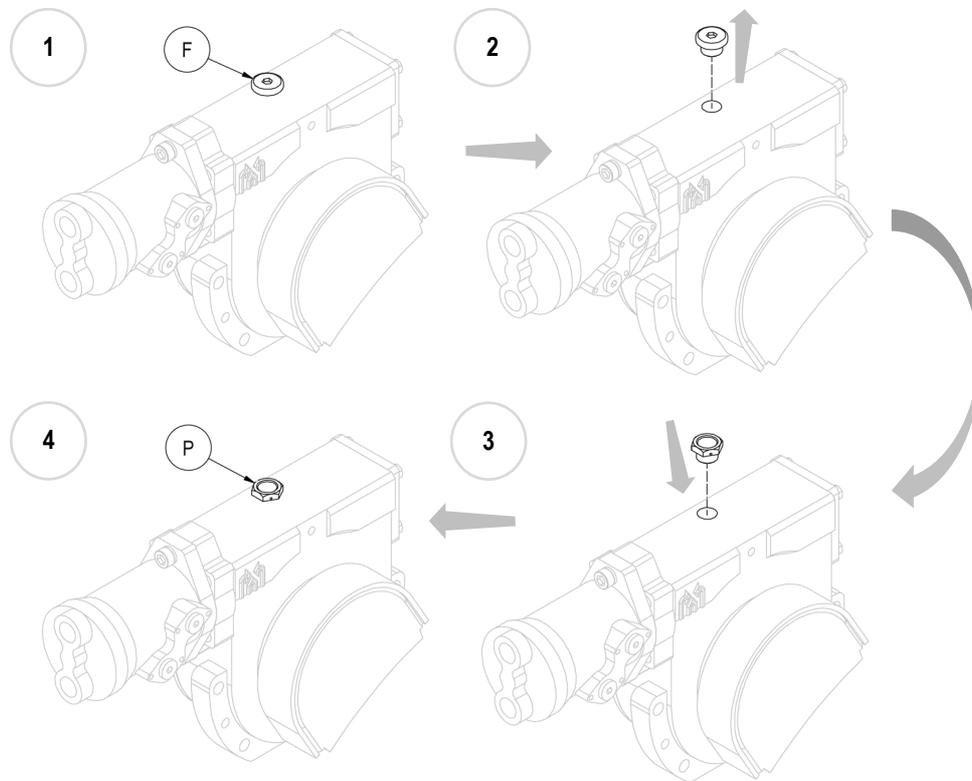

Abbildung 5
10. **Bitte beachten:** Nachdem das Gerät montiert ist, ersetzen Sie vor dem Gebrauch den Blindstopfen für das Ölauffüllen aus Metall (F) durch den mitgelieferten Plastikstopfen (P), der mit einer Entlüftung ausgestattet ist (siehe *Abbildung 5*).